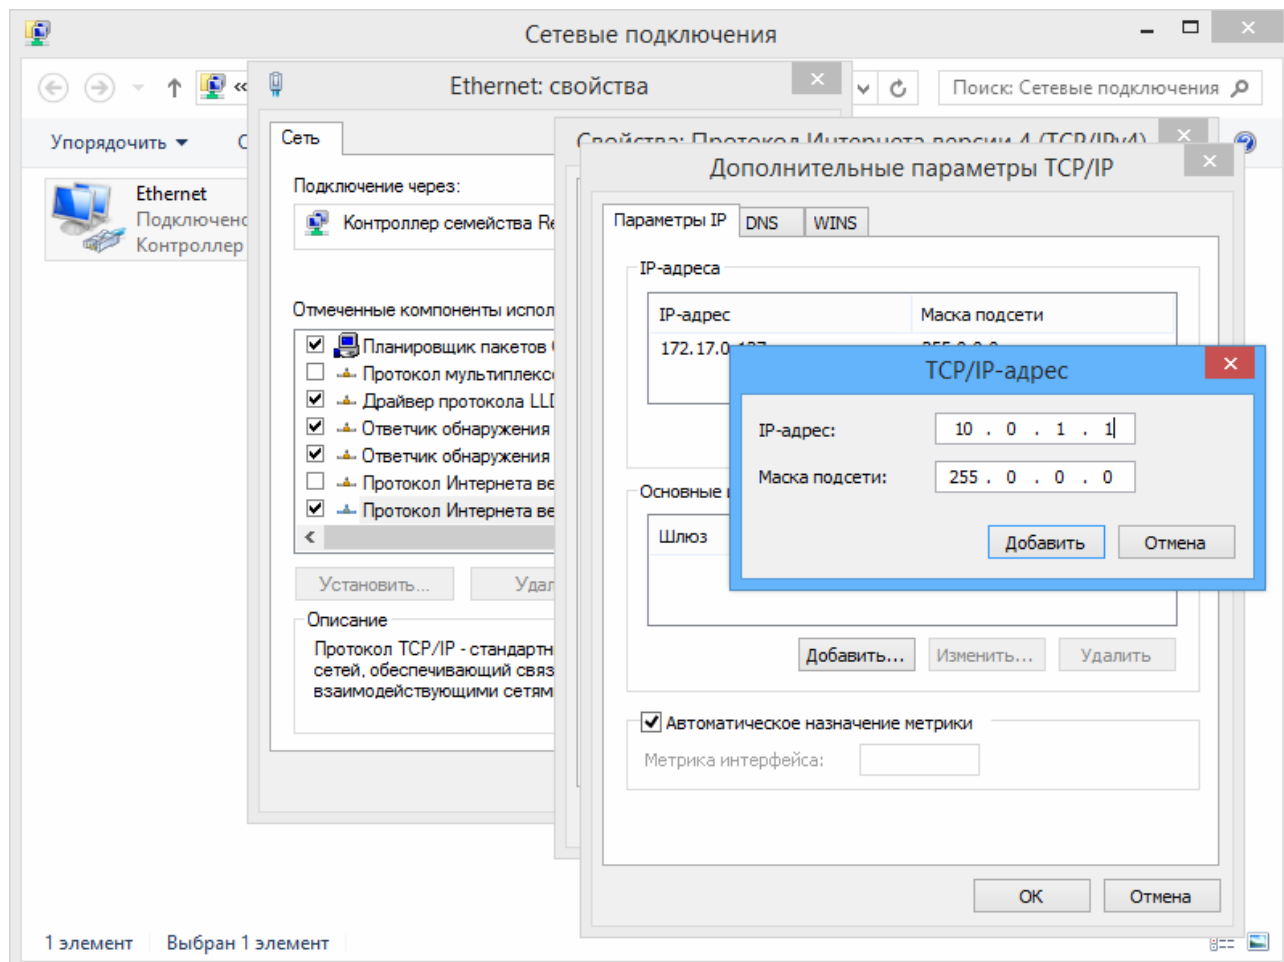

Рисунок 5. Добавление IP-адреса ПК
1. **Отсутствуют сетевые настройки в компьютере** – установите IP-адрес и маску подсети компьютера. Контроллер при этом должен быть подключен либо непосредственно к сетевому разъему сетевой карты компьютера, либо к тому же Hub/Switch, в который включен компьютер (см. рис. 5).